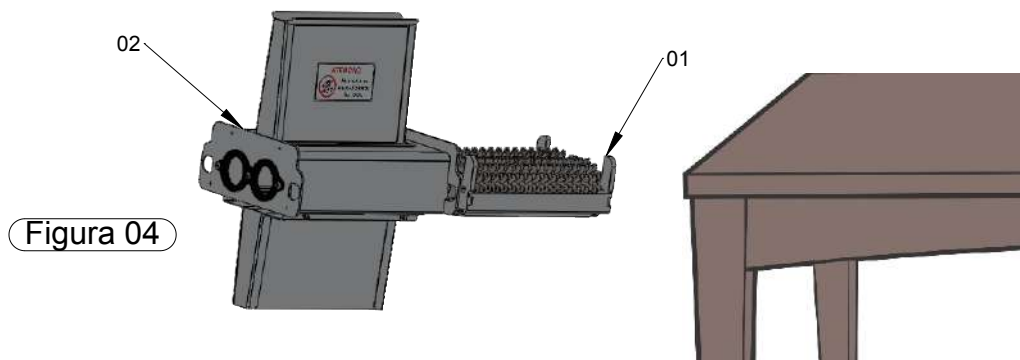

Figura 04
2.3.3 Para evitar queda acidental do mancal dos rolos (item 01, figura 04), retire-o da caixa protetora do rolo (item 02, figura 04) apoiando e inclinando sobre uma superfície firme e plana, deixe o mancal dos rolos deslizar totalmente sobre esta superfície.